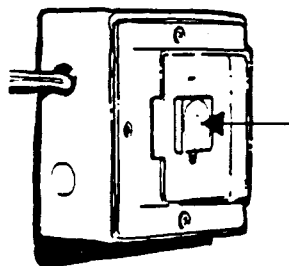
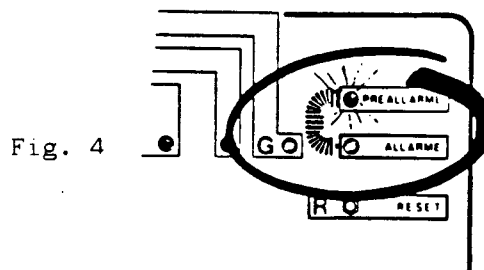
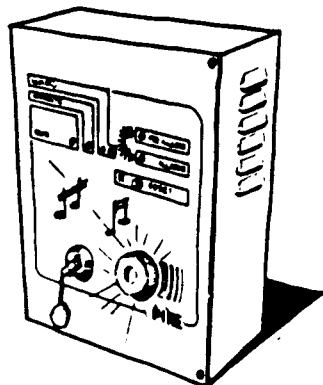

Fig. 3
Fig. 4
Fig. 5
c) Portarsi ad un pulsante di emergenza e simulare un allarme premendo il tasto (fig. 3): lampeggia il led PREALLARME (fig. 4) ed il buzzer incorporato suona in modo continuo per segnalare l'avvenuto l'allarme (fig. 5).